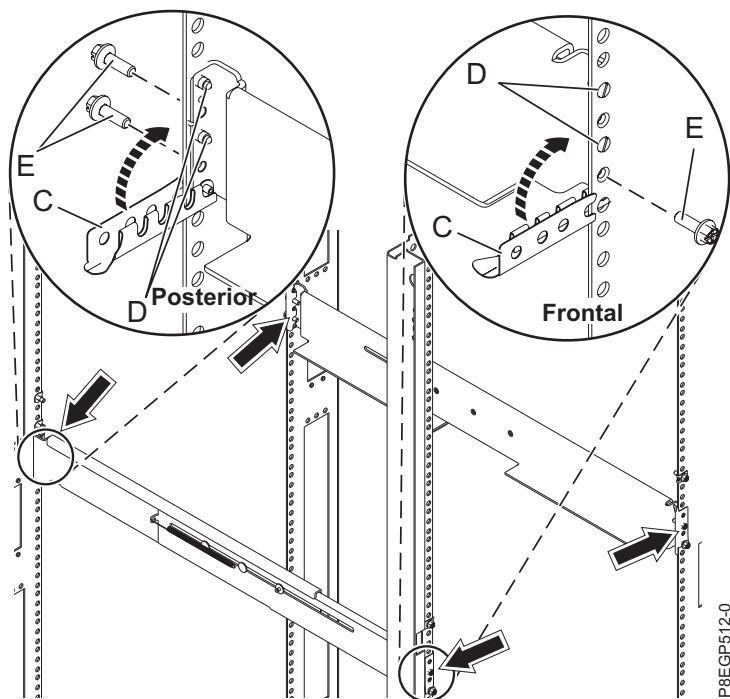

Figura 5. Fijación de los rieles
- a. Extienda el riel derecho e inserte las patillas del riel (**D**) en los dos agujeros de montaje inferiores marcados en el bastidor de forma que el riel mire hacia arriba, tal como se muestra en Figura 5 en la página 8
- b. Gire hacia arriba la abrazadera frontal (**C**) para fijar el riel en su lugar, tal como se muestra en Figura 5 en la página 8.